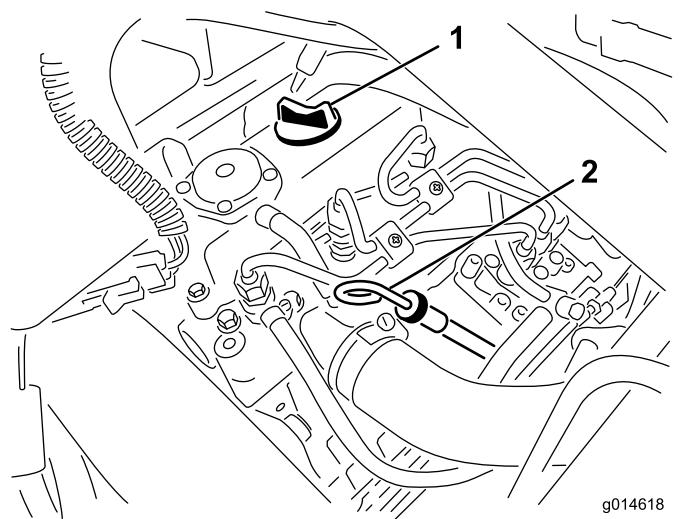

Figura 25
- Retire a vareta e limpe-a com um pano limpo (Figura 25).